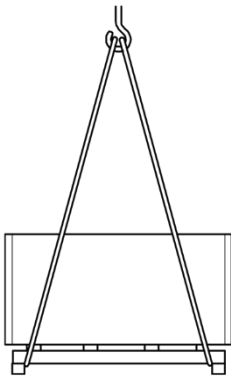

Abb.27: Hebezeug anschlagen
1. Seile, Gurte oder Mehrpunktgehänge entsprechend Abb. 27 an der Palette anschlagen und Palette gegen Verrutschen sichern.